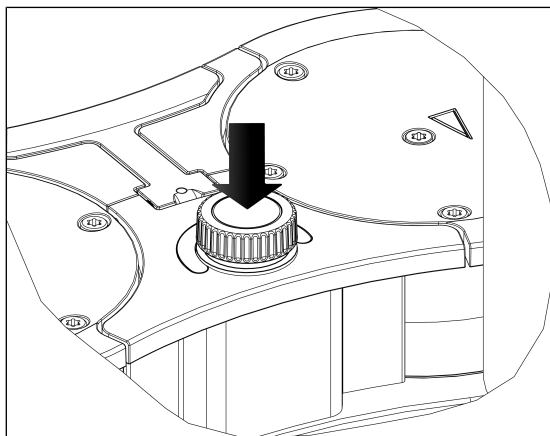

Fig. 8: Mise en marche / à l'arrêt de la fonction de pompage du système de vide à l'aide du bouton poussoir/rotatif
- Démarrez la fonction de pompage du système de vide en appuyant sur le bouton-poussoir/rotatif (voir Fig. 8).